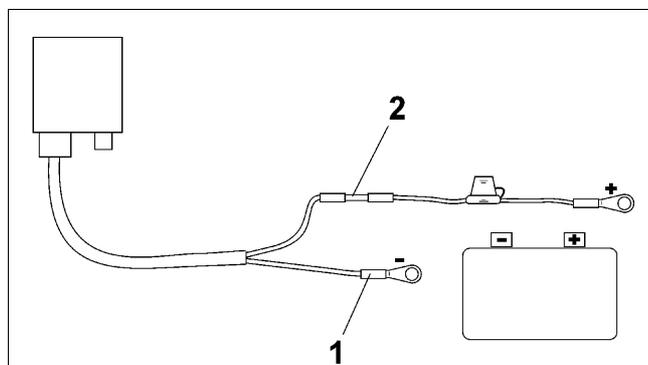

Fig. 4
- Den blå ledning (stelforbindelse) monteres i det løse ringbeslag (Fig. 4/1)
- Den brune ledning (+ 12 Volt) monteres i den frie ende af kontaktbeslaget (Fig. 4/2)
- Kontaktbeslaget (Fig. 4/2) opvarmes (f.eks. med fyrtøj eller varmeblæser), indtil limen kommer til syne.